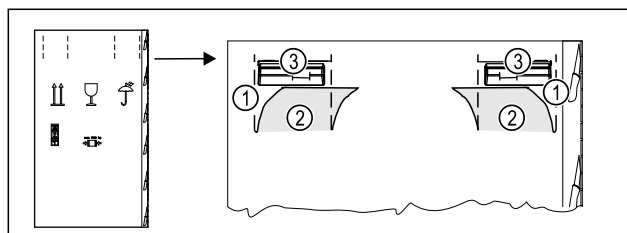

Fig. 4
- Vtlačte obalový karton nahoře na perforaci Fig. 4 (1).
- Vytáhněte vtažené spojky Fig. 4 (2).
- Pravá a levá rukojeť Fig. 4 (3) je viditelná.
- Držte spotřebič za rukojeti Fig. 4 (3).